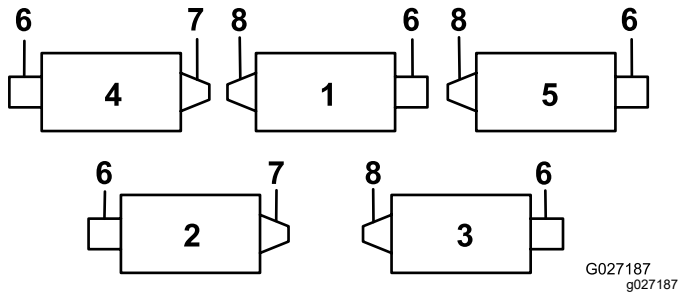

Bild 1
Bei allen Mähwerken ist das Gegengewicht für den Versand an der linken Seite des Mähwerks montiert. Legen Sie die Position der Rollenbürste und der Spindelmotoren mit Bild 1 fest.
6. Entfernen Sie den Gewindeeinsatz am Mähwerk für den Heckrollenbürstenantrieb (Bild 1) und werfen ihn weg (Bild 2).
Hinweis: Linke Einsätze befinden sich an den Mähwerken Nr. 1, Nr. 3 und Nr. 5 (Bild 1).